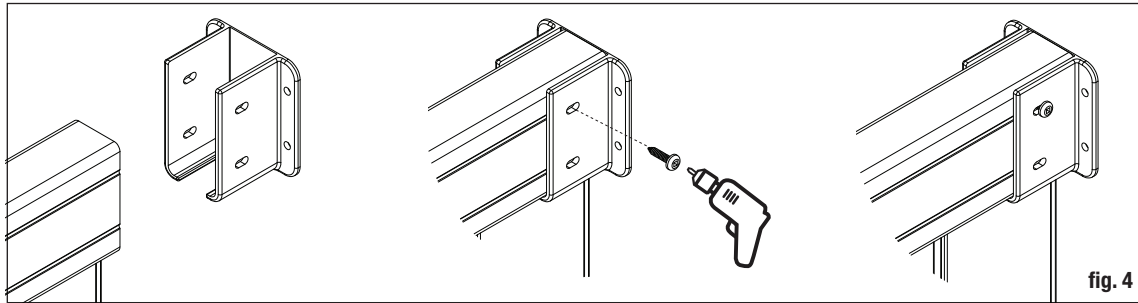

fig. 4
- While holding the bracket in place, attach one screw into one of the slotted holes. Place the screw at the end of the slot closest to the mounting face of the bracket (fig. 4).
- Continuez ce processus jusqu'à ce que tous les piquets soient insérés dans les traverses, les languettes et les encoches alignées (fig. 4).
- En maintenant le support en place, fixez une vis dans l'un des trous oblongs. Placez la vis à l'extrémité de la fente la plus proche de la façade de fixation du support (fig. 4).